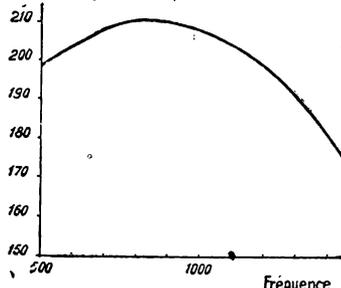

Fig. 1. — Variation de la surtension en fonction de la fréquence.
a) On a reproduit sur la figure 1 la variation de la surtension en fonction de la fréquence. On voit que la surtension passe par un maximum aux environs de 800 kc/s et tend à baisser aux fréquences élevées.